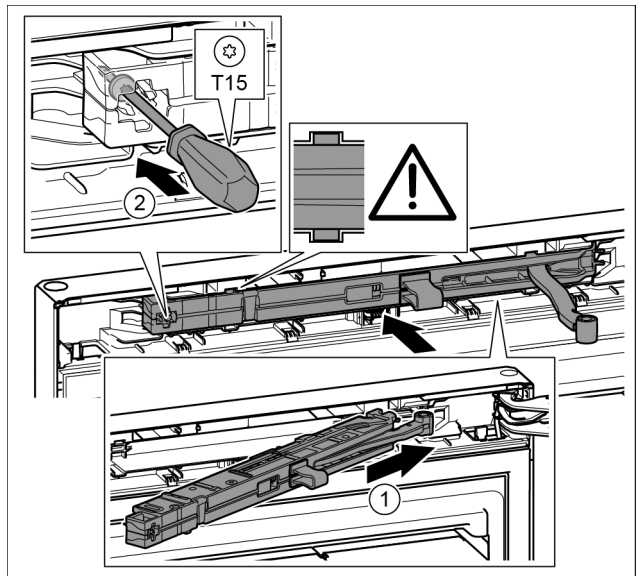

Fig. 47
- ▶ Introduzca la unidad de amortiguador de cierre en el lado del soporte de cojinete en posición inclinada en la escotadura hasta el tope. Fig. 47 (1)
- ▶ Apriete el tornillo con un destornillador T15. Fig. 47 (2)